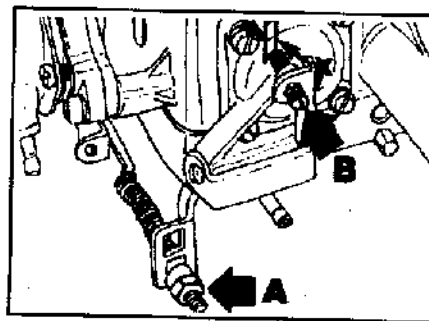

Рис.7 Замер зазоров ускорительного насоса.
- г) При необходимости провести регулировку с помощью гайки (А) на толкающем стержне в необходимом направлении (Рис.7).